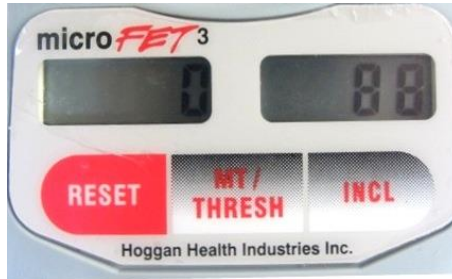

Abbildung 5. Anzeigebispiel für ein Testergebnis
- Die rote Seitentaste ein drittes Mal drücken, um den ersten Positionswinkelwert des Patienten zu erhalten (siehe Abbildung 5).